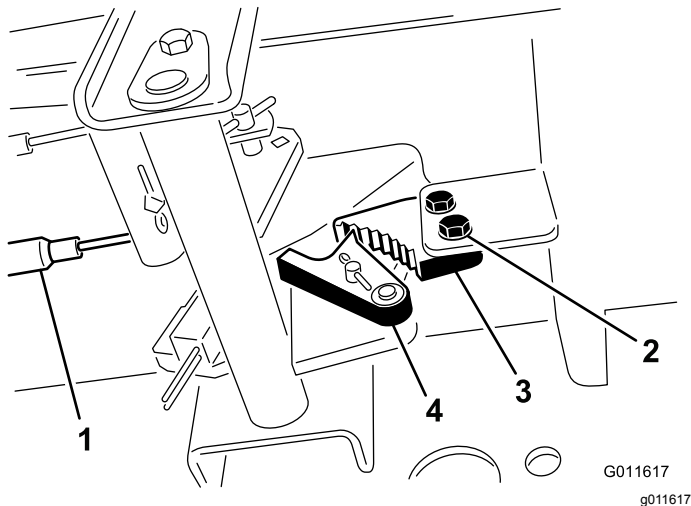

Figure 84
1. Desserrez les 2 vis qui fixent le cliquet du frein de stationnement au cadre (**Figure 84**).
2. Appuyez sur l'avant de la pédale du frein de stationnement jusqu'à ce que le verrou s'engage complètement sur le cliquet du frein (**Figure 84**).